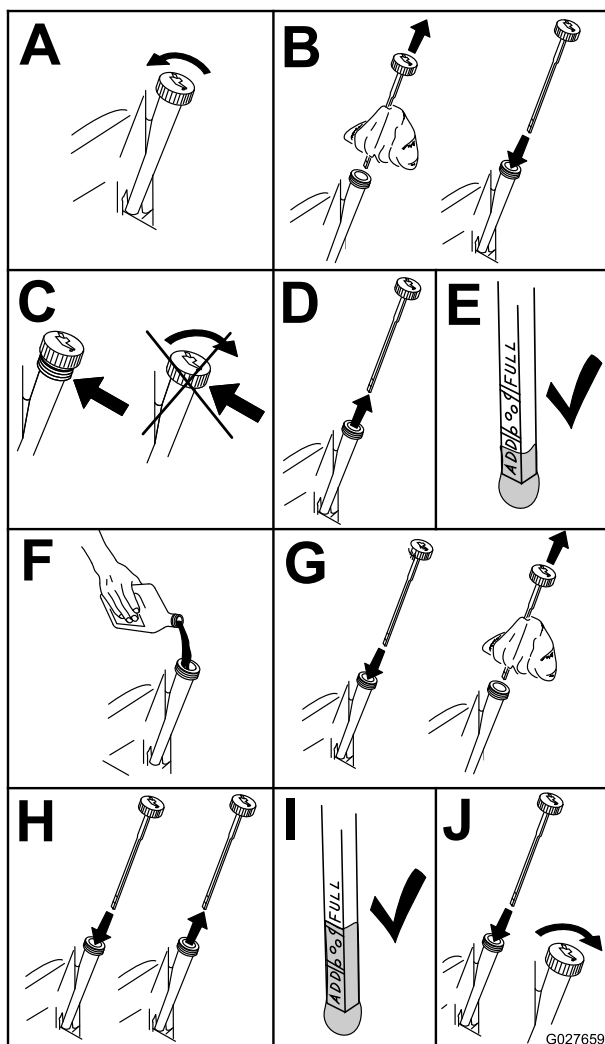

Figure 52
- Avant de quitter la position d'utilisation, coupez le moteur, enlevez la clé de contact et attendez l'arrêt complet de toutes les pièces mobiles (Figure 52).